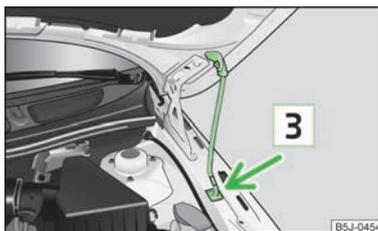

Fig. 114 Fermo del cofano motore con sostegno
- Estrarre il supporto del cofano dal supporto e fissare il cofano così aperto, in maniera tale che l'estremità del supporto si infili nella prevista apertura **3** » fig. 114.